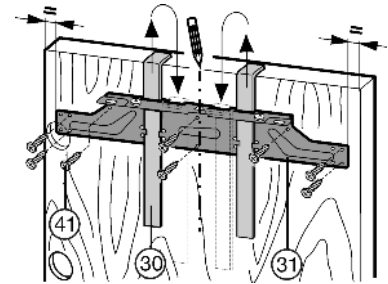

Fig. 22
- ▶ Bevestigingsdwarsstrip *Fig. 22 (31)* via de contraoeren *Fig. 22 (32)* losdraaien.
- ▶ Bevestigingsdwarsstrip *Fig. 22 (31)* met de montagehulpstukken *Fig. 22 (30)* aan de binnenkant van de kastdeur hangen.
- ▶ Bevestigingsdwarsstrip *Fig. 22 (31)* centrisch uitlijnen: korte middenlijn op de kastdeur aangeven en daar overheen pijlpunt van de dwarsstrip aanbrengen.
- ▶ Bevestigingsdwarsstrip *Fig. 22 (31)* met ten minste 6 schroeven *Fig. 22 (41)* vastdraaien.
- ▶ Bevestigingsdwarsstrip *Fig. 22 (31)* met 4 schroeven *Fig. 22 (41)* aan de rand vastdraaien.
- ▶ Trek demontagehulpstukken *Fig. 22 (30)* naar boven eruit en schuif ze gedraaid in de ernaast gelegen opnameopeningen.